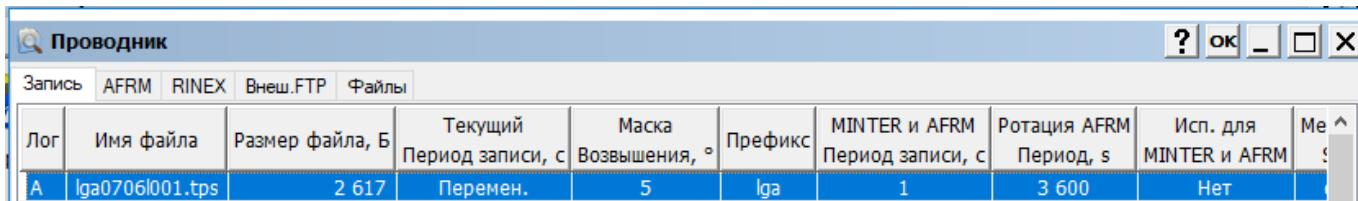

Рисунок 7-4: Начало записи файла с настройками по умолчанию
С помощью MINTER Вы можете начать запись одного или более файлов. По умолчанию, тройное нажатие в течение двух секунд кнопки питания будет записывать файл. Файл называется Файл А (Рисунок 7-4). По умолчанию, флагок **Исп. для MINTER и AFRM** включен только для Файла А. Вы можете установить этот флагок для любого количества файлов. В этом случае нажатие кнопки питания будет одновременно запускать те файлы, для которых установлен флагок **Исп. для MINTER и AFRM**. Текущие файлы отображаются в закладке **Запись** (Рисунок 7-3).
2. Кликните **Начать запись (Исходн. настр.)**. Текущий файл записи отобразится в закладке **Запись** (Рисунок 7-4).